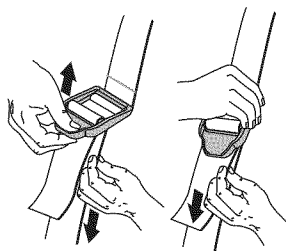

Fig. 13
4. Ajuste la longitud de acuerdo a la medida del operador. Tire de la orejeta para alargarlo y tire de la correa para acortarlo (Fig. 13).